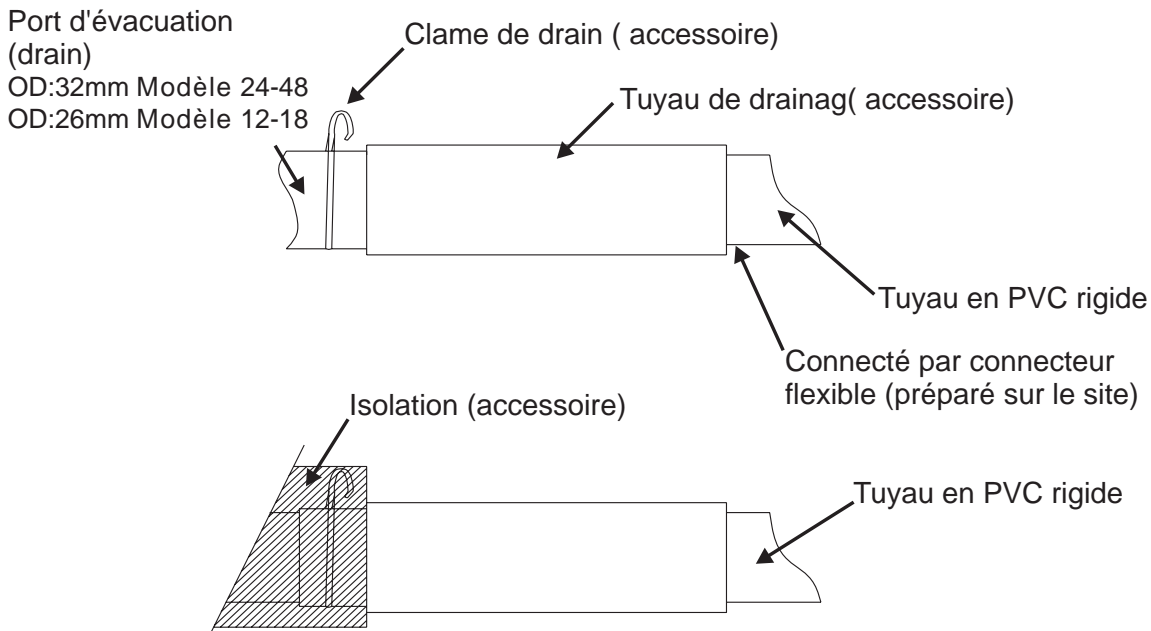

Figure 10
3. Insérez le tuyau de vidange jusqu'à ce qu'il se connecte correctement au port de drainage puis fixez-le de manière sécurisée avec la clame de tuyau (préparé sur le site)(Figure 10)
4. Après avoir vérifié le drainage, enveloppez le tuyau de vidange avec l'isolant et les clames (préparé sur le site). ( Figure.10)